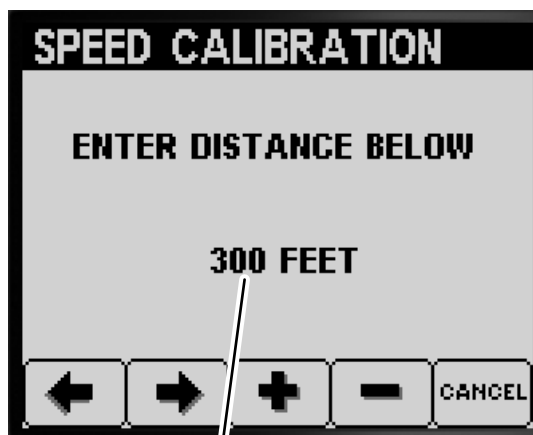

図 65
9. インフォセンターに入力した値を変更したい場合は、ボタン 3 と 4 で変更し、その後にボタン 2 を押す 図 65。